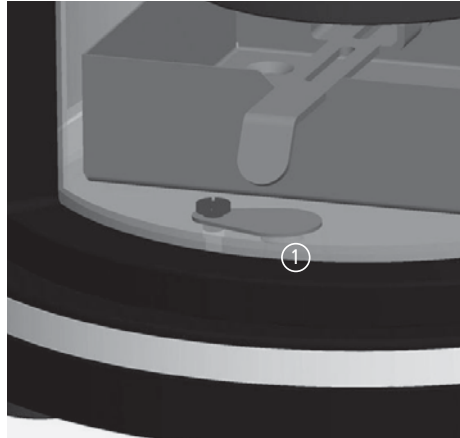

Abb. 4.6 Brennstoffwähler geschlossen, Betrieb mit Holz
Der Brennstoffwähler (Abb. 4.6 auf Seite 35, ①) ist für den Betrieb mit Braunkohlebriketts durch Drehen der Blechlasche zu öffnen. Abb. 4.6 zeigt den geschlossenen Brennstoffwähler, das ist die serienmäßige Einstellung für den Betrieb mit Scheitholz oder Holzbriketts.